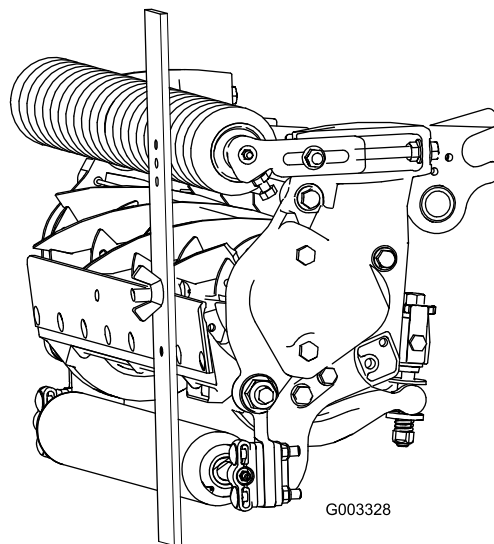

Figura 23
3. Agganciate la testa della vite sul tagliente della controlama e poggiate l'estremità posteriore della barra sul rullo posteriore (Figura 23).
4. Ruotate la vite di regolazione finché il rullo anteriore non toccherà la barra di riferimento (Figura 23). Regolate entrambe le estremità del rullo finché l'intero rullo non sarà parallelo alla controlama.